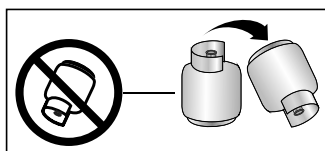

Figura 14.
- Cuando el cilindro de gas se agota, no lo invierta tratando de obtener un poco más de gas, porque en el fondo se van sedimentando suciedades, solventes con arena, que al pasar a las válvulas las rayan quitándoles la grasa lubricante, dando lugar a escapes posteriores (Ver figura 14).